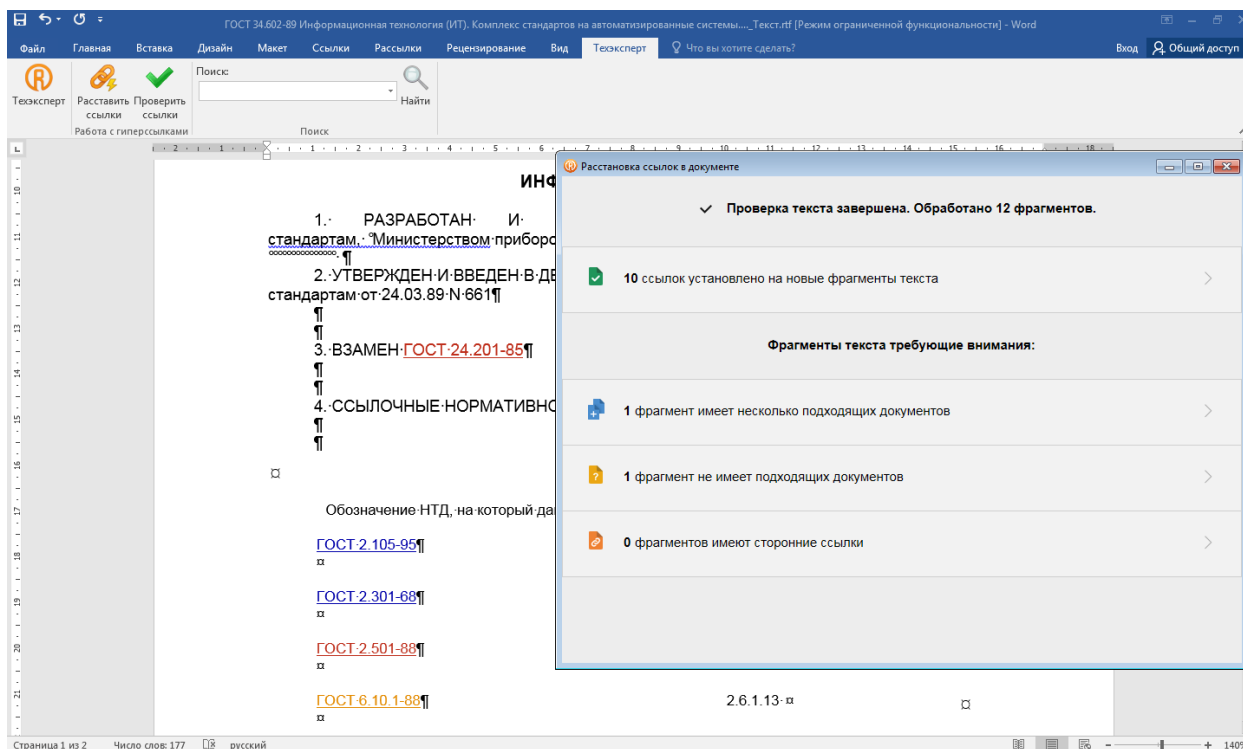
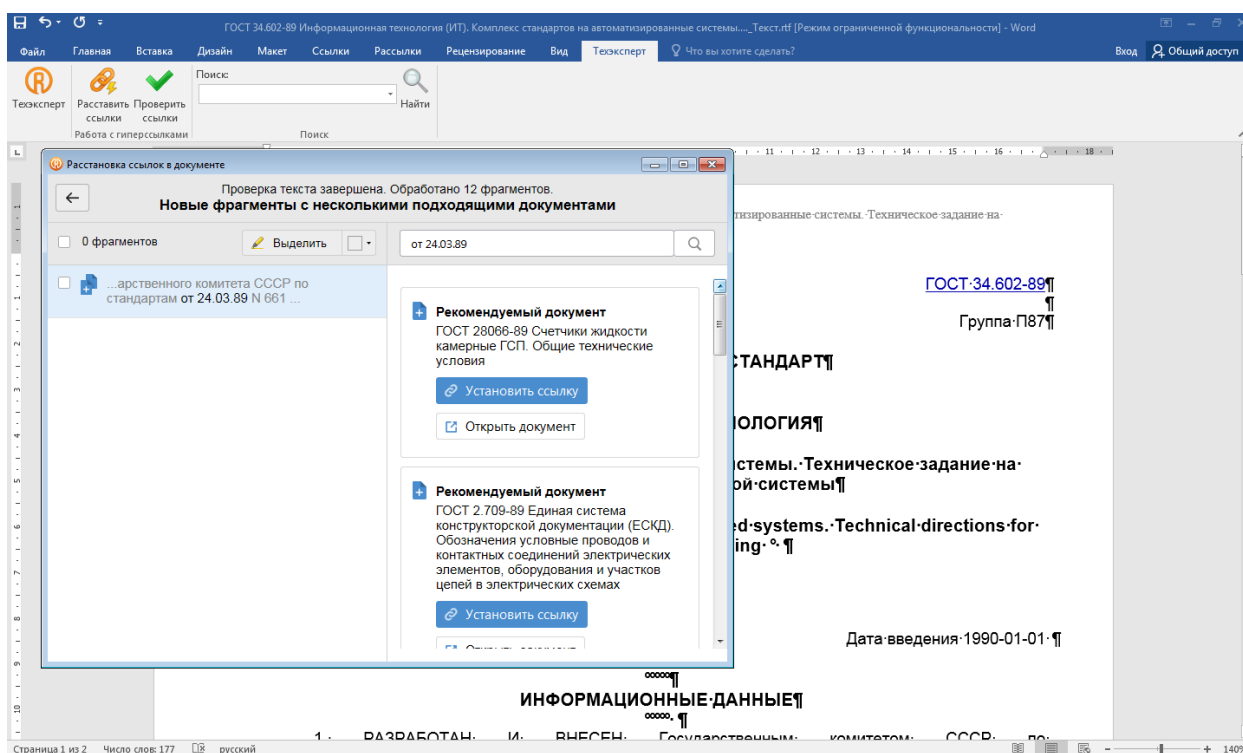

Рис. 16. Расстановка гиперссылок в Word
Рис. 16.1. Расстановка гиперссылок в Word. Фрагменты с несколькими подходящими документами
4. Утилита произвела обработку 12 фрагмента текста (рис. 16): на 10 фрагментов расставлены ссылки, 1 фрагмент не опознан и 1 фрагмент имеет несколько подходящих документов. Фрагмент имеет несколько подходящих документов (рис. 16.1.) – это текст, который можно соотнести с несколькими нормативными документами. Например, в тексте автор ссылается на документ, у которого есть несколько редакций. В этом случае утилита предложит выбрать конкретную редакцию для гиперссылки. Фрагменты не имеют подходящих документов – это текст, для которого не нашлось соответствующего нормативного документа в системах «Техэксперт» (причиной этого может быть неполное наименование, ошибка в дате или номере документа). Для того, чтобы уточнить, есть ли этот документ в системах, можно запустить поиск через надстройку. А после установить ссылку вручную.